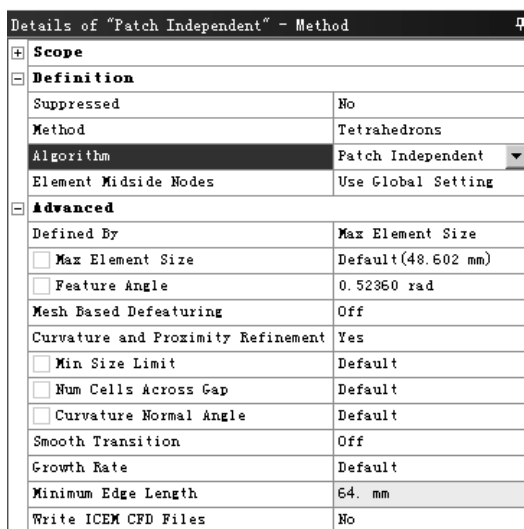

图 5.1.3 “Details of ‘Patch Independent’ -Mothod” 对话框
(1) 协调分片算法 (Path Conforming)。该方法基于 TGrid 算法，先生成面网格，然后生成体网格。
- ◆ 选用协调分片算法的方法：在图 5.1.3 所示的“Details of ‘Patch Independent’ -Mothod”对话框中 **Definition** 区域的 **Method** 下拉列表中选择 **Tetrahedrons** 选项，在 **Algorithm** 下拉列表中选择 **Patch Independent** 选项。